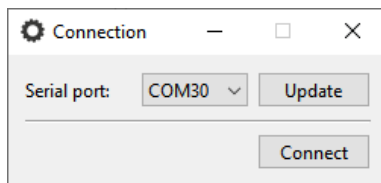

Рисунок 5
5.1.3 Если устройство было подключено к компьютеру после запуска программы, нажмите кнопку **Update**, чтобы оно появилось в списке. Нажмите кнопку **Connect** для подключения (рисунок 5).